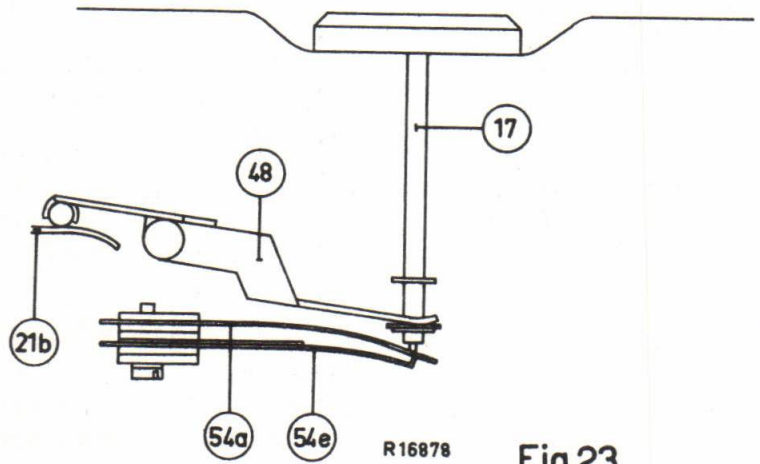

Fig. 23
L. P.U. SCHAKELAAR 54 (fig.23 en 24)
M. CENTREERDOP 17 (zie fig.23 en 24)